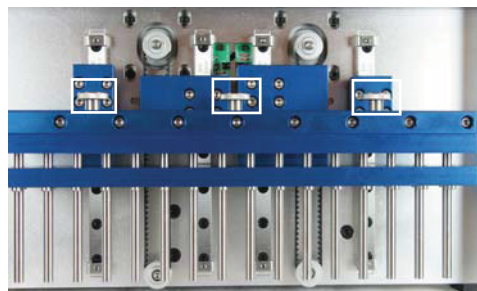

Figura 34. Pettine magnetico SEV e viti.
4. Svitare le tre viti (riquadri nella Figura 34) sulla parte superiore del gruppo barre magnetiche.